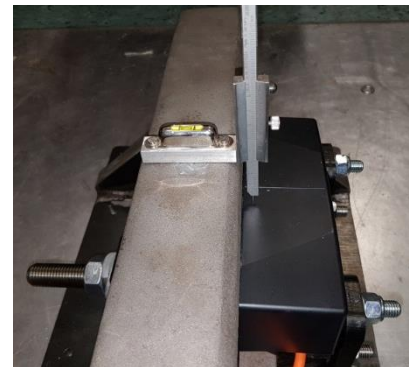

Abbildung 11: Maß Y (X) mit SAHL 2
- Die Befestigungsplatte wird so am Rest der SSK8 positioniert, dass das Abstandsmaß Y bei Neuschiene bzw. X bei abgefahrener Schiene (siehe Abbildung 11 und Abbildung 12) von der Oberkante des Radsensors zu der Oberkante des Schienenkopfes **45 mm ($\pm 1,25$ mm)** beträgt.
- Das Abstandsmaß Y bzw. X von der Oberkante des Radsensors zu der Oberkante des Schienenkopfes (siehe Abbildung 11) wird mit der SAHL2 gemessen und mit dem Sollwert 45mm \pm 1,25mm verglichen. Liegt das Abstandsmaß nicht im geforderten Bereich, so muss die Befestigungsplatte der SSK8 gelockert und von Schritt 9 neu begonnen werden.
2. Die Befestigungsplatte so positionieren (auf Einrasten der Riffelung achten), dass das Abstandsmaß X von der Oberkante des Radsensors zu der Oberkante des Schienenkopfes (siehe Abbildung 11) **45 mm ± 1,25 mm** beträgt. Das Abstandsmaß X kann mit einer SAHL2 gemessen werden.
4. Das Abstandsmaß X von der Oberkante des Radsensors zu der Oberkante des Schienenkopfes (siehe Abbildung 11) wird mit der SAHL2 gemessen und mit dem Sollwert 45mm \pm 1,25mm verglichen. Liegt das Abstandsmaß nicht im geforderten Bereich, so muss von Schritt 1 neu begonnen werden.